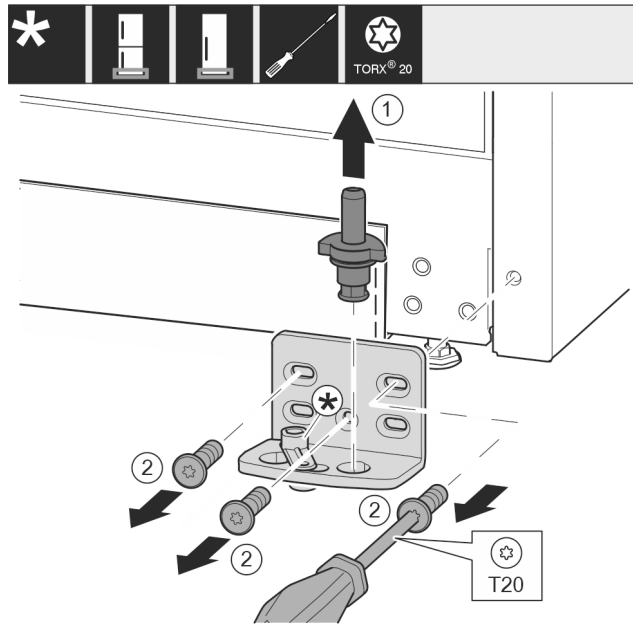

Fig. 22
- ▶ Irrota laakeripultti kokonaan vetämällä se pois yläkautta. Fig. 22 (1)
- ▶ Kierrä ruuvit irti T20-ruuvimeisselillä ja irrota laakeripukki. Fig. 22 (2)